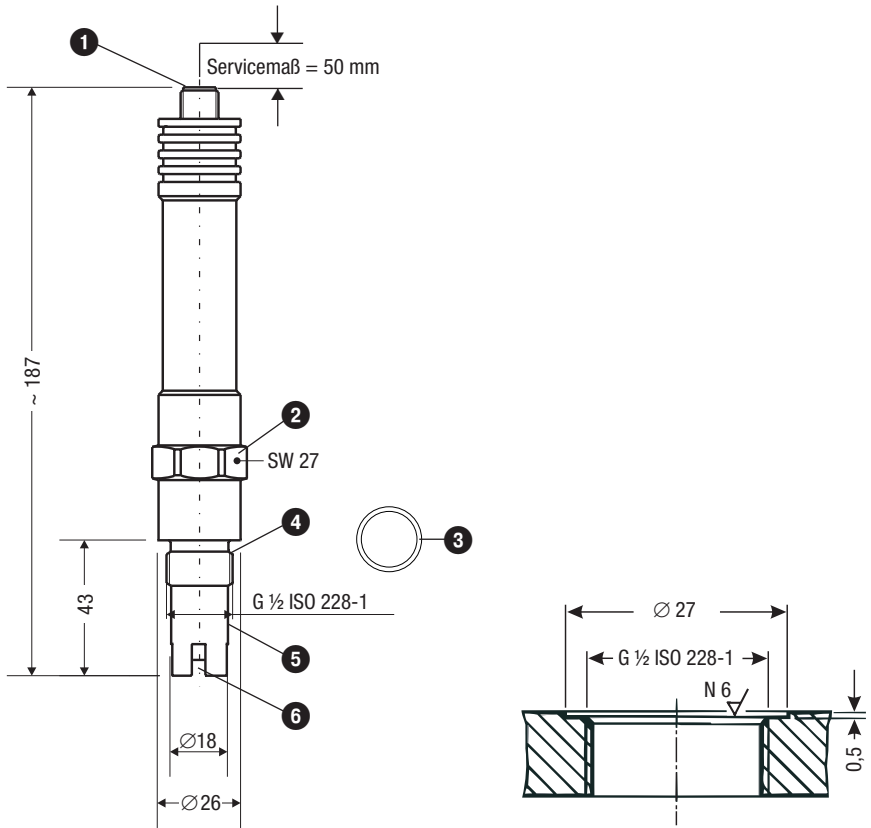

Fig. 2 LRG 16-9
1. Dichtfläche des Gewindeanschlusses (siehe **Fig. 2**) überprüfen. Falls notwendig, bitte nacharbeiten.